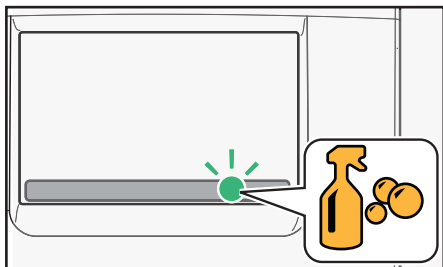

Fig. 5.2 - Icône de nettoyage
Exécutez le programme de nettoyage lorsque l'icône de nettoyage apparaît à l'écran (fig. 5.2).
- Appuyez sur l'icône de nettoyage affichée sur l'écran tactile, lorsque le rinçage doit avoir lieu (fig. 5.2).
- Appuyez sur l'icône de nettoyage affichée sur l'écran tactile, lorsque le nettoyage complet doit avoir lieu (fig. 5.2).